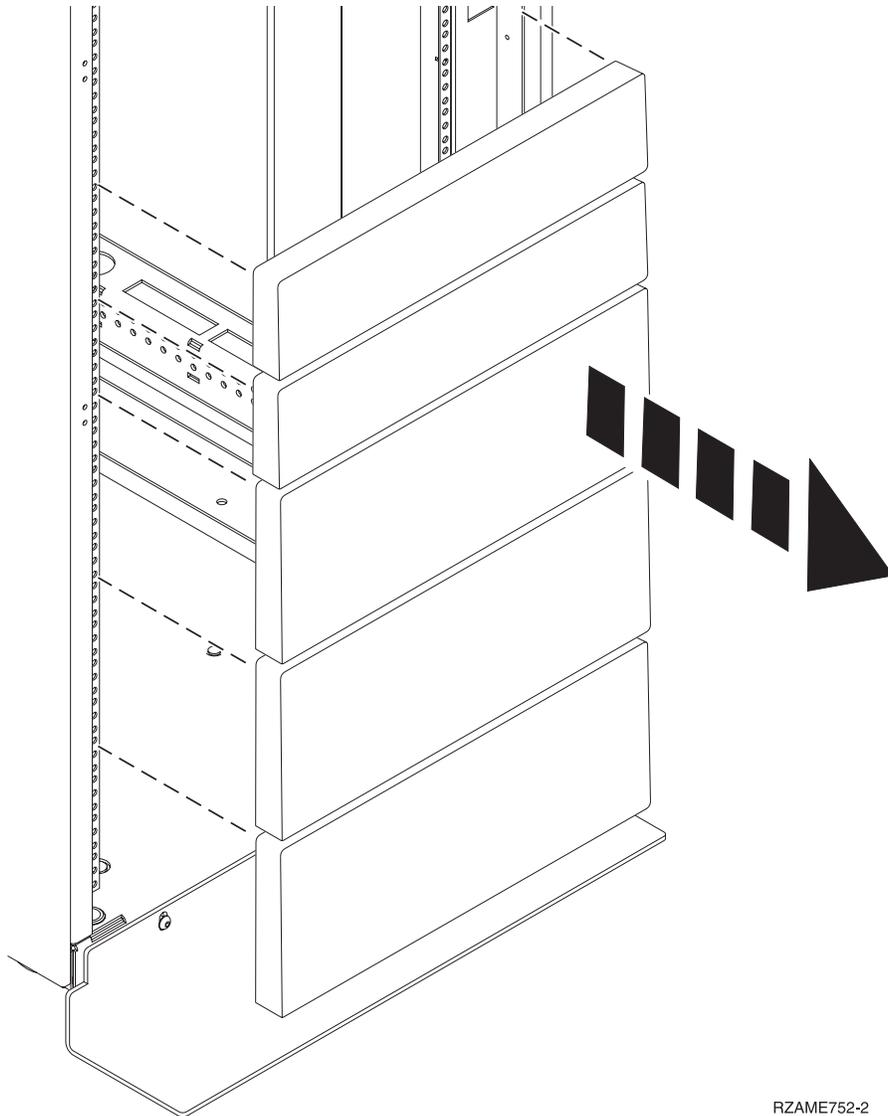

Abbildung 1. Abdeckblenden entfernen
3. Falls erforderlich, entfernen Sie die Abdeckblenden, um auf die Positionen im Inneren des Rack-schranks zugreifen zu können, an denen die Einheiten installiert werden sollen (siehe Abb. 1 auf Seite 4).